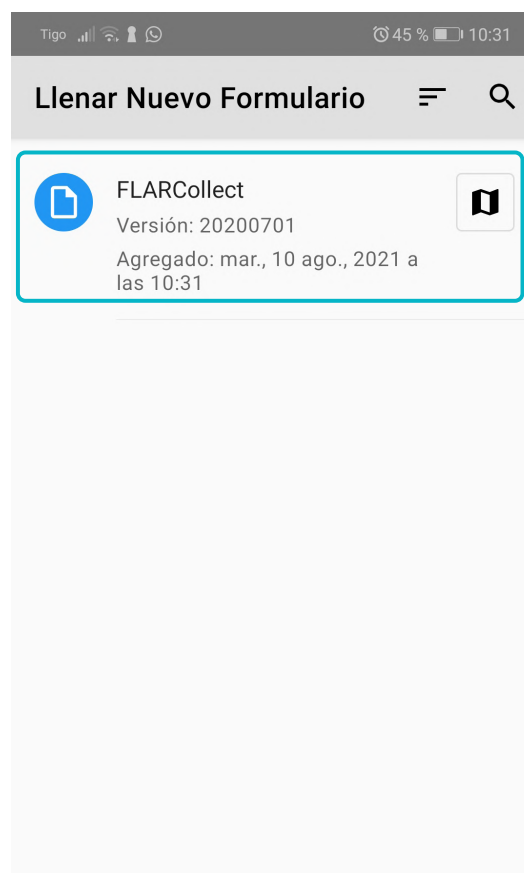

Figura 8. Llenar nuevo formulario
- 2 Seleccione FLARCollect [Figura 8].